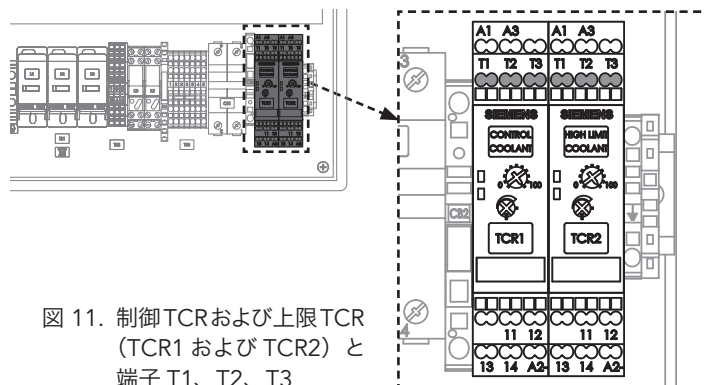
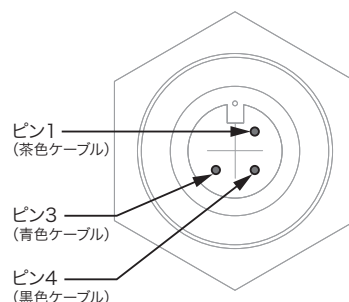

図 11. 制御 TCR および上限 TCR (TCR1 および TCR2) と端子 T1、T2、T3
図 12. RTD ピン 1、3、および 4。ピン 1 とピン 3 の間の抵抗の測定値は 80 ~ 120 Ω となる必要がある。また、ピン 1 とピン 4 の間に導通がなければならない
3. テスターを使用して、TCR 端子 **T1** および **T2** 間の抵抗値を測定します (図 11 を参照)。
- TCR 端子 **T2** および **T3** 間に **導通がない**場合は、接続されている RTD をヒートタンク 上に配置します。RTD プラグのネジを緩めてプラグを RTD から取り外します (次のページの表 1、図 11、図 12 を参照)。
5. テスターを使用して、RTD の**ピン 1**と**ピン 3**にプローブを当てます (図 12 を参照)。抵抗値を書き留めます。次に、RTD の**ピン 1**と**ピン 4**にプローブを当てて導通をチェックします。